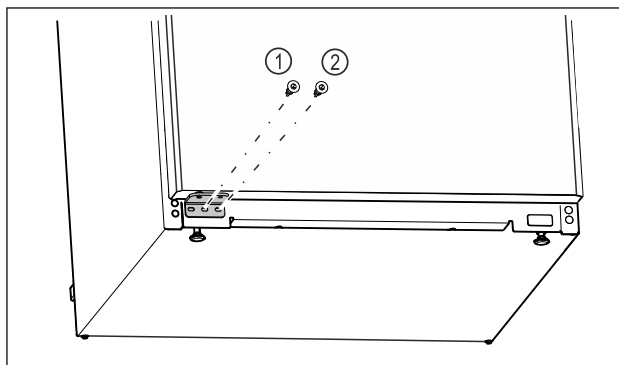

Fig. 21
- Vidurinę atraminės gembės Fig. 21 (1) varžtą prisukite atsuktuvu Torx 20.
- Vidinę atraminės gembės Fig. 21 (2) varžtą prisukite atsuktuvu Torx 20.